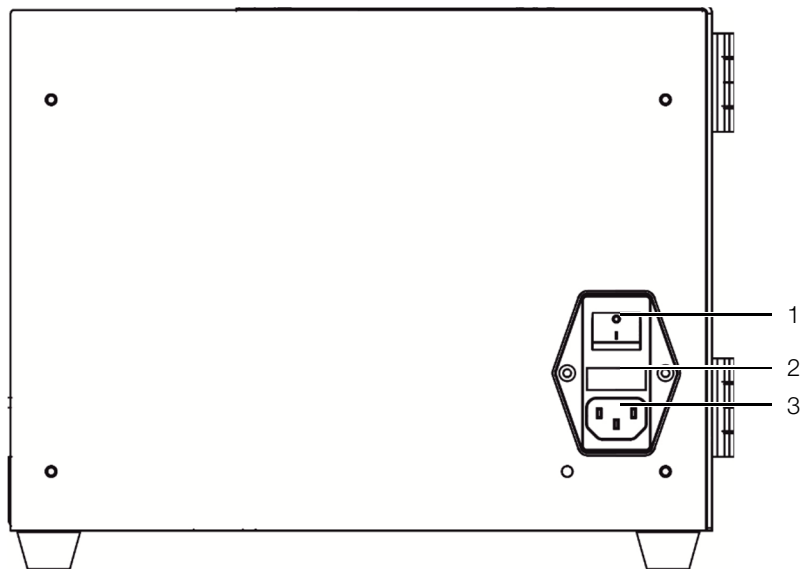

Fig. 3 : plaque de raccordement
- Raccorder le câble réseau à la fiche de raccordement (cf. fig. 3, pos. 3) de la machine et à l'alimentation électrique.
- Placer l'interrupteur d'alimentation de la machine à sertir les câbles R8 E sur MARCHE (cf. fig. 3, pos. 1).